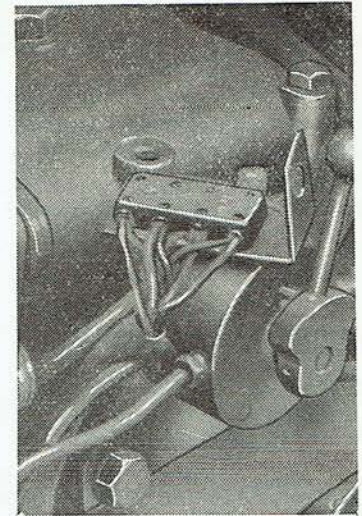

Abb. 92
2. Die Kabelleitung zu den rückwärtigen Scheinwerfern ist von der Klemmleiste (Abb. 92) zu lösen, die unter dem hydraulischen Bremsumschalter und dem Hydraulikdeckel angeordnet ist und die Schelle unter dem Fussboden ist abzuneigen.